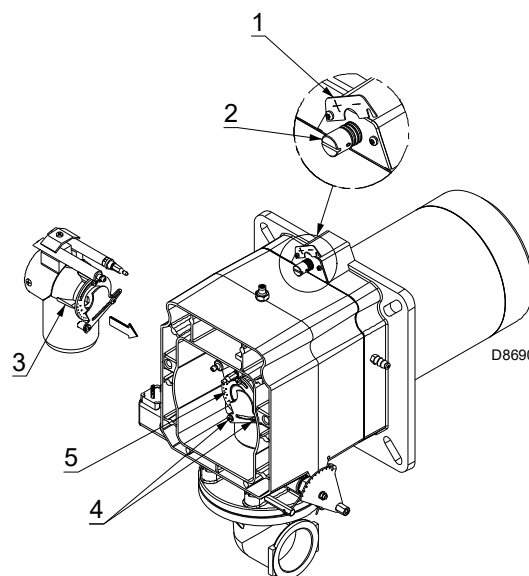

Fig. 15
- ruotare la vite 2 (Fig. 15) fino a far collimare la tacca trovata con il piano anteriore 1) della flangia.
Per facilitare la regolazione, allentare la vite 3 (Fig. 15); regolare e poi bloccare.
- allentare le viti 4) e ruotare la ghiera 5) (Fig. 15) fino a far collimare la tacca trovata con l'indice 3);